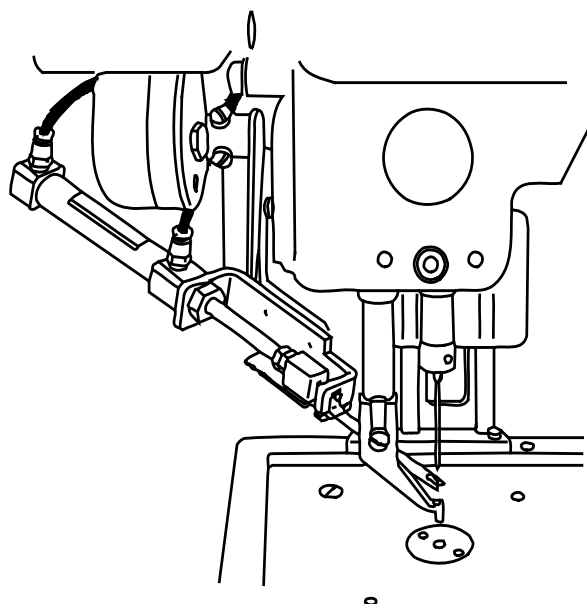

図1 上糸保持機構 取付例
- (2) ワイパー機構をミシンアームから取外します。ワイパーの駆動部分だけではなく、その接続電線もミシンのコネクタP板から外してください。
- (3) 上系保持機構をミシンアームへ取付けます。上系保持機構は図1に示すとおり、ミシン針と中押えとの間で、Fig.No.106 糸さばきが糸をすくう位置になるよう調整してください。